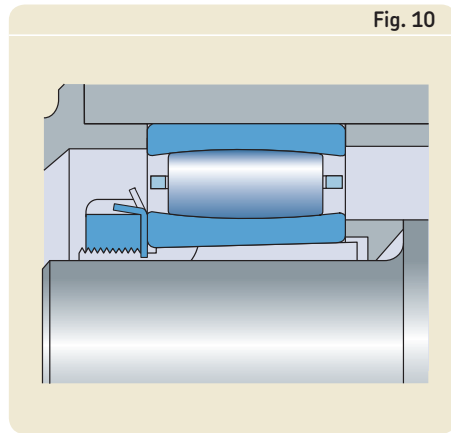

Fig. 10
- på klämhylsa och cylindrisk axel med ansats fixeras mot en distansring (→ **fig. 10**)